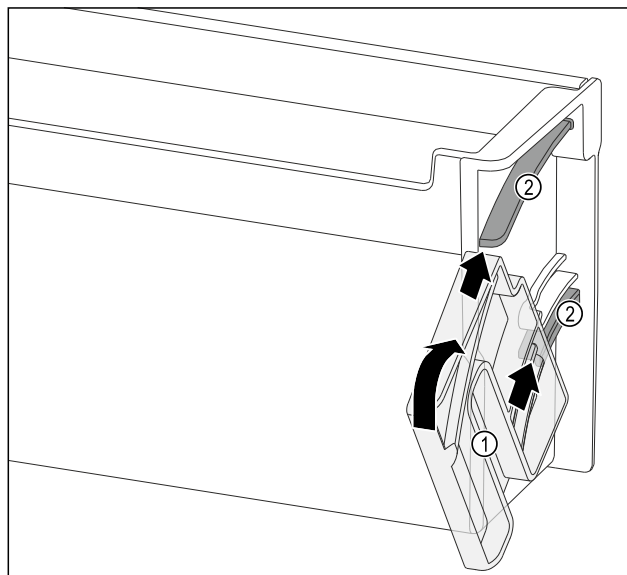

Fig. 119
- Draai-eenheid Fig. 119 (1) zo positioneren dat de uitsparingen exact tegenover de geleidingskanalen Fig. 119 (2) van het deurrek liggen.
- Draai-eenheid Fig. 119 (1) in de aangegeven richting draaien.